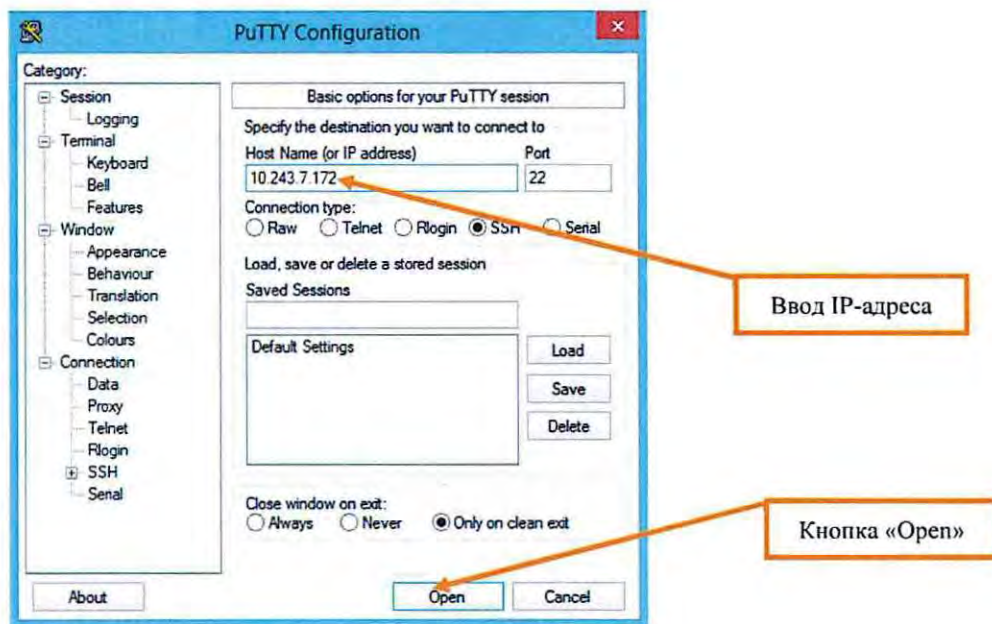

Рисунок 8. Программа Putty и ввод IP адреса.
7.3.2 Запустить программу **Putty** и подключиться к одной из половин центрального процессора, ярлык программы **Putty** расположен на рабочем столе. Ввести в поле **HostName (or IP address)** IP адрес половины центрального процессора (Рисунок 8).
7.3.3 Нажать кнопку «Открыть» (Рисунок 8), откроется окно программы. Ввести логин «tech» и пароль «tech». При удачной регистрации появится название половины [tech@spu2(1)] (Рисунок 9).